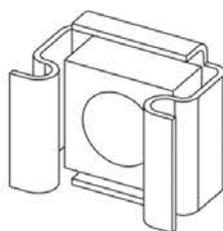

Рисунок 4
4.4.1 Закрепите уголки вертикальные в соответствии с 4.3, установите гайки кузовные М6 (рисунок 4) в передние прямоугольные отверстия уголков вертикальных в количестве и в местах, соответствующих расположению монтажной планки (рисунок 4).